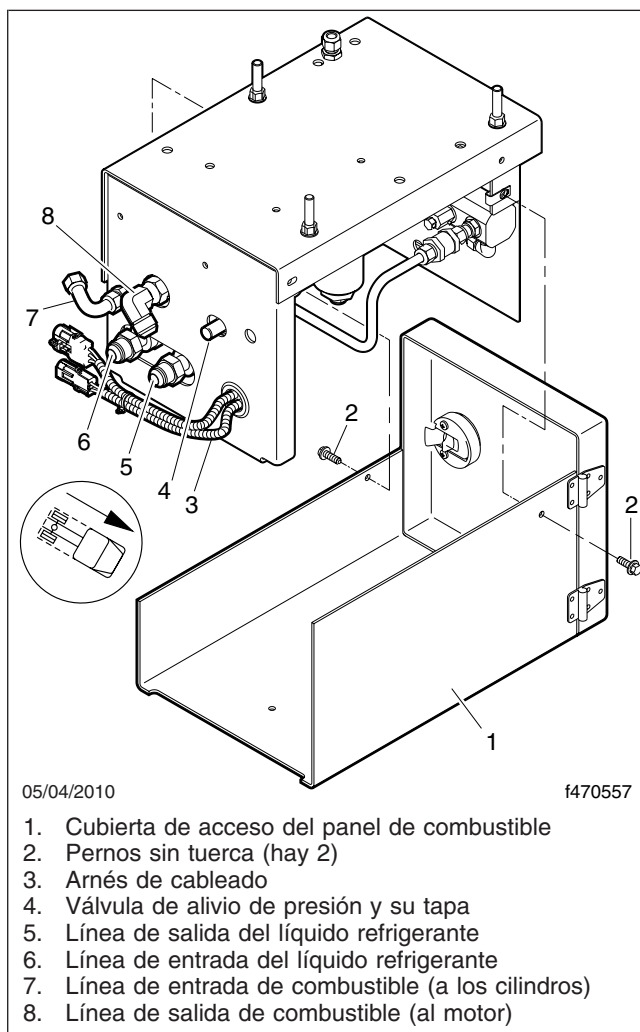

Figura 10, Ensamble del panel de combustible CNG
5. Quite los dos pernos sin tuerca que fija la cubierta de acceso al panel de llenado, entonces retire la cubierta de acceso. Vea la **Figura 10**. Guarde los pernos sin tuerca para la instalación posterior.